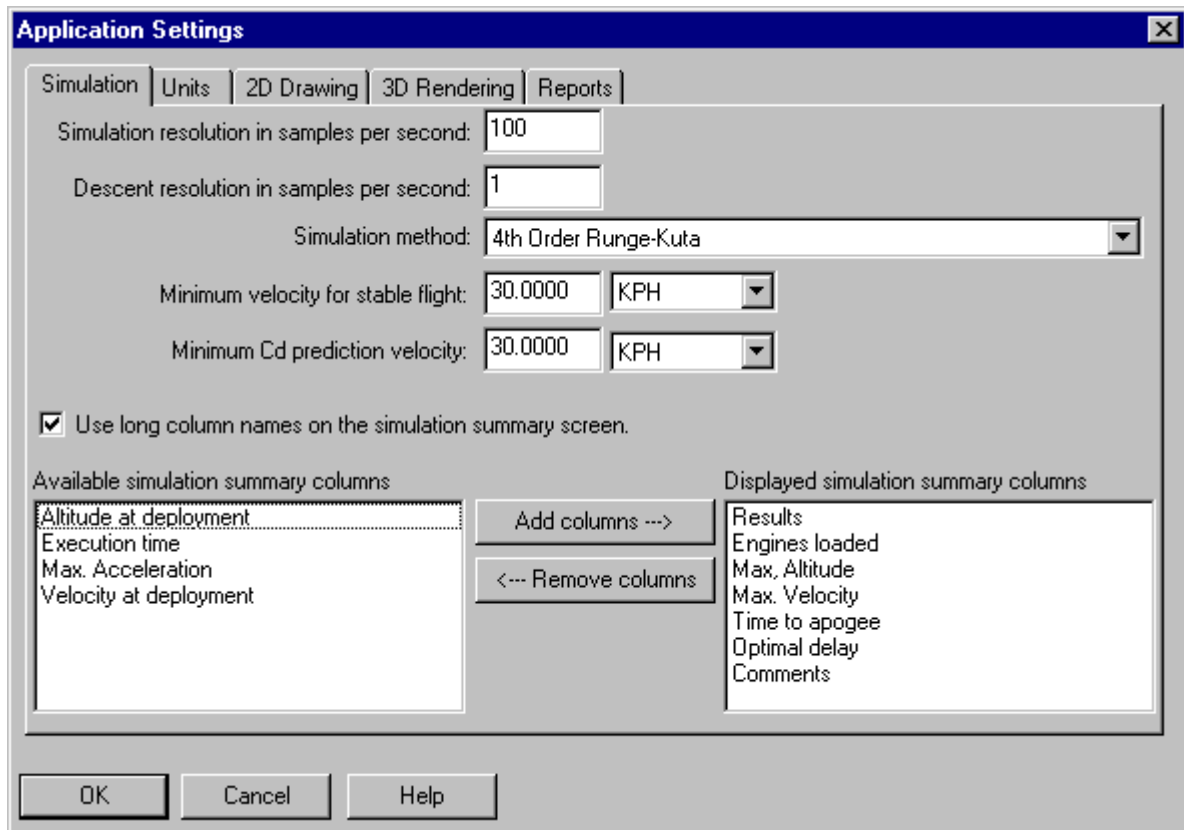

Figura 3. Configuração padrão do item “Simulation”.
- (c) Configurar o item “Simulation” do menu de acordo com a Figura 3